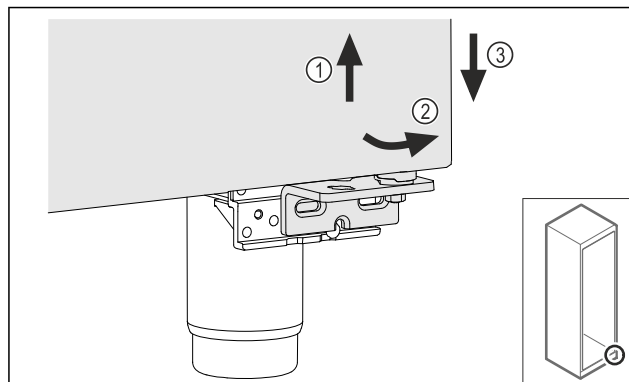

Fig. 24
- Mírně zvedněte dveře Fig. 24 (1), nakloňte je dopředu ve spodní části Fig. 24 (2) a spusťte je Fig. 24 (3).